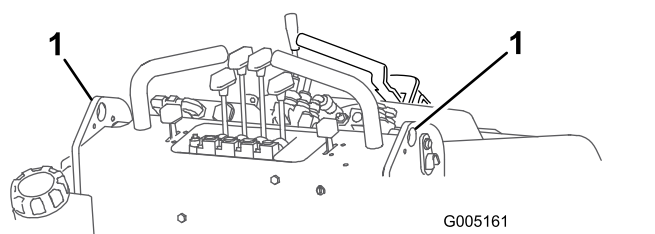

Рисунок 11
2. Поднимите тяговый блок с земли, используя две точки подъема (Рисунок 11), и переместите его на прицеп.